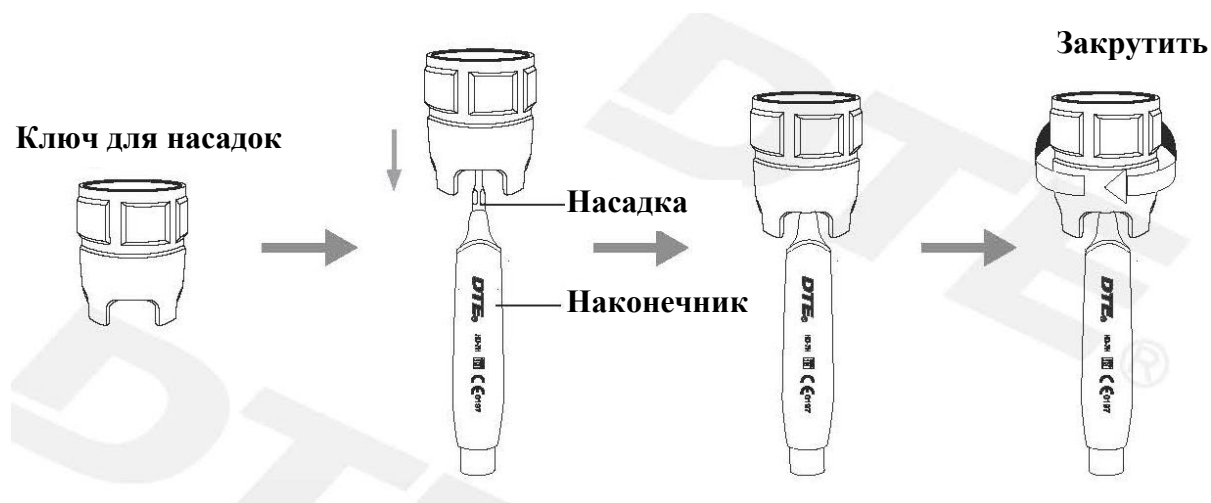

Рисунок 5
- 2.1.8. Подберите нужную насадку для скалинга, плотно прикрутите ее к наконечнику с помощью ключа для насадок (Рис. 5).
2.3. Указания по ключу для насадок (см. Рис.5)
- а) Вставьте насадку для скалинга в ключ для установки насадок; в соответствии с Рис.5.
- б) Установка насадки: удерживая наконечник в руке, поверните насадку в направлении, указанном на Рис.5, с помощью ключа для насадок. Сделайте еще пару оборотов, пока насадка не остановится; установка завершена.